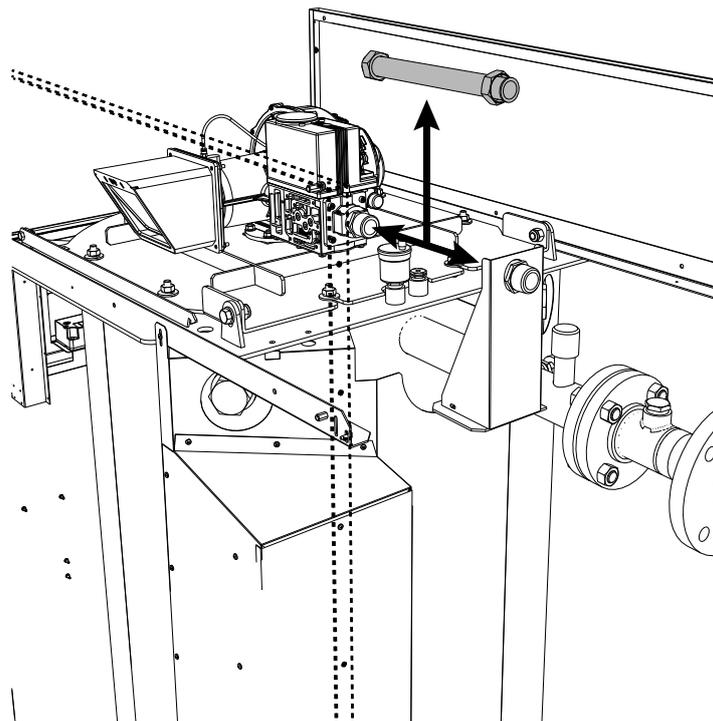

fig. 66
- Svitare e togliere il tubo raccordo gas (fig. 66).